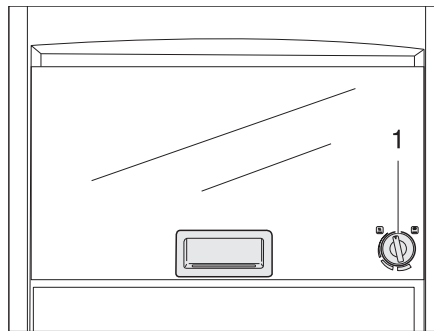

Fig. 311 Horno de gas (Dometic)
- Presionar el regulador giratorio (Fig. 311,1) ligeramente y girarlo hacia la izquierda a una posición cualquiera.
- Girar el regulador giratorio (Fig. 311,1) a "O". La llama se apaga.